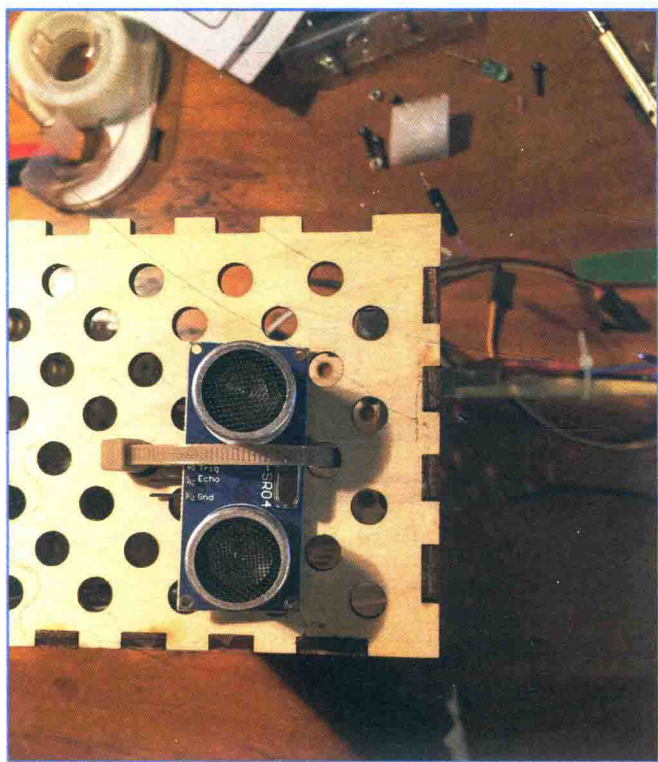

图 7.21 超声波传感器是飞艇的眼睛
我们将在内舱中加入一个 Arduino（见图 7.21）和一对超声波传感器，代替接收机。这些电子装置将帮助 Arduino 实现自主控制。
1. 用束线带将超声波传感器（图 7.21 中可以看到一个）固定在内舱——一个向下，一个向前。